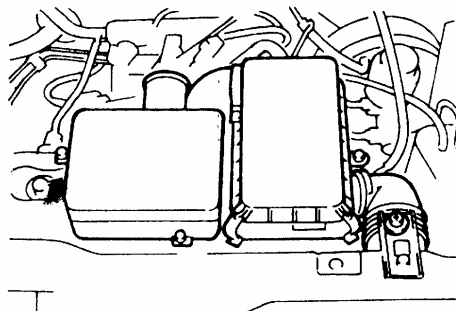

Рис. 4-132.
3). Снять воздушный фильтр с резонатором в сборе, как показано на Рис. 4-132.